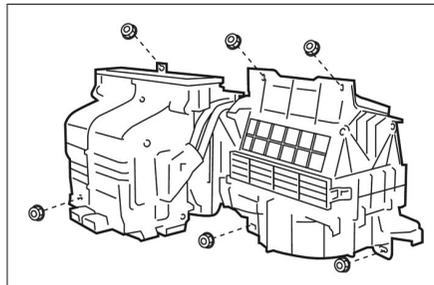

FIG. 13
- Déposer les quatre écrous du bloc de chauffage (**Fig.13**).